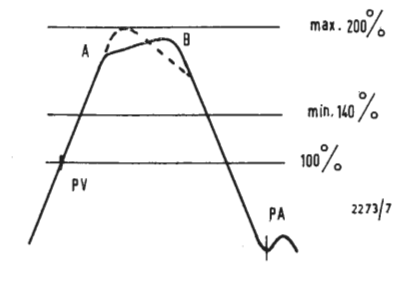

Fig. 7
Per ciascun canale il nucleo della bobina oscillatrice L_6 è regolato in modo che con il verniero di sintonia a metà corsa la marca portante del suono si trovi al centro della insellatura creata dalla trappola suono (fig. 7). Quindi controllare:
- La parte centrale della curva (tratto A-B) che deve essere compresa entro i limiti illustrati in fig. 7.